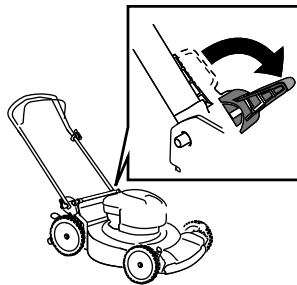

Figure 16
3. Déverrouillez le guidon (Figure 16).